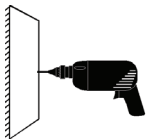

Figura 1
- Perfore un solo agujero utilizando broca para madera de 4mm (5/32") de diámetro, o una broca para bloque o concreto de acuerdo a la necesidad. (Figura 1.)